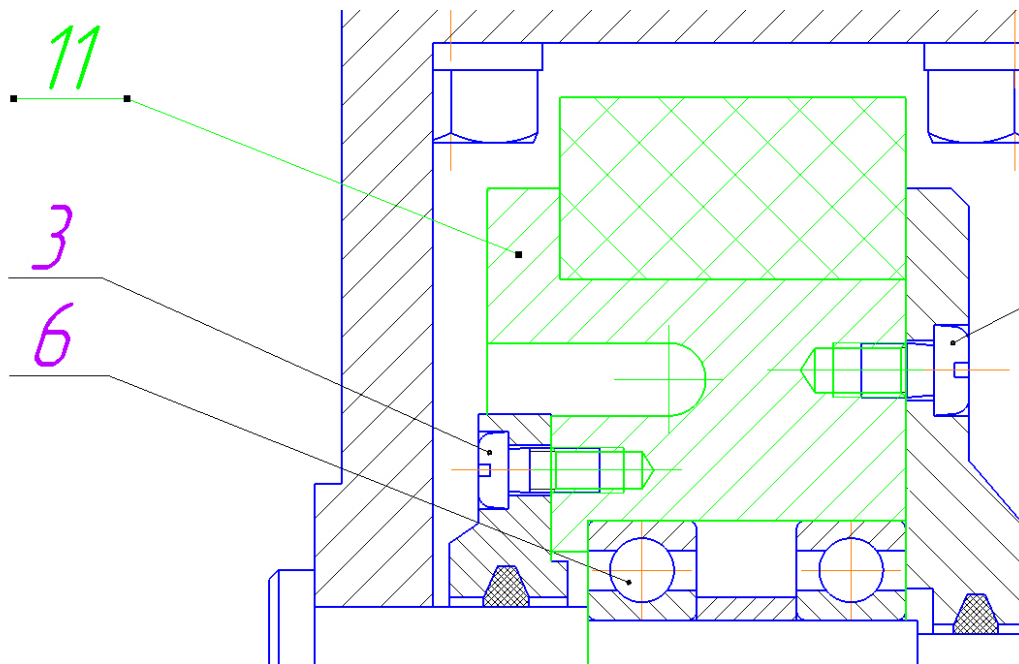

Рис. 4.74. Простановка позиции к сборочной единице «Колесо»
- Проставьте позицию  к сборочной единице «Колесо» (рис. 4.74).